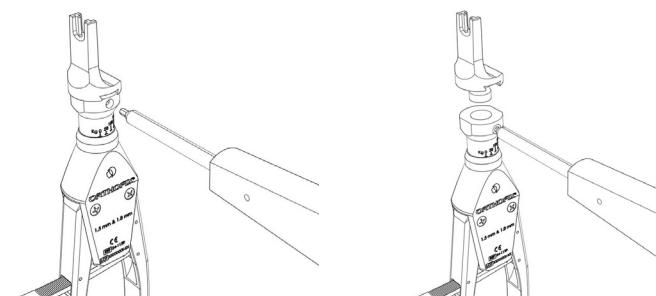

Figure 3
- För att byta ut de olika trådspännarhuvudena, avlägsna trådspännaren huvud genom att lossa låsskruven med skravmejseln (52-1018) (fig. 3). Avlägsna inte låsskruven under några omständigheter.